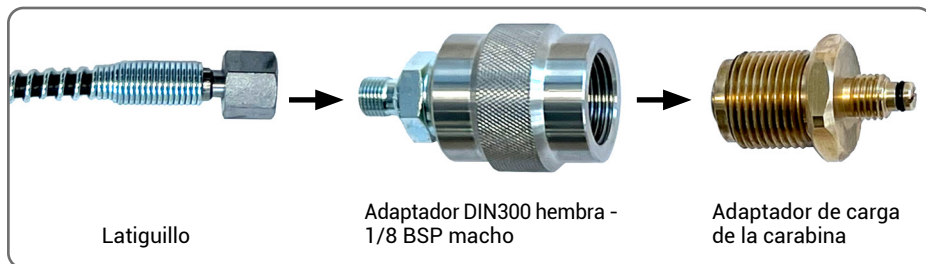

Fig. 1
1) Comprobando previamente que estos componentes estén limpios, acople el adaptador de carga suministrado con su carabina al latiguillo de la bomba manual mediante el adaptador DIN300 hembra -1/8 BSP macho (Ref. bo124) (Fig.1).